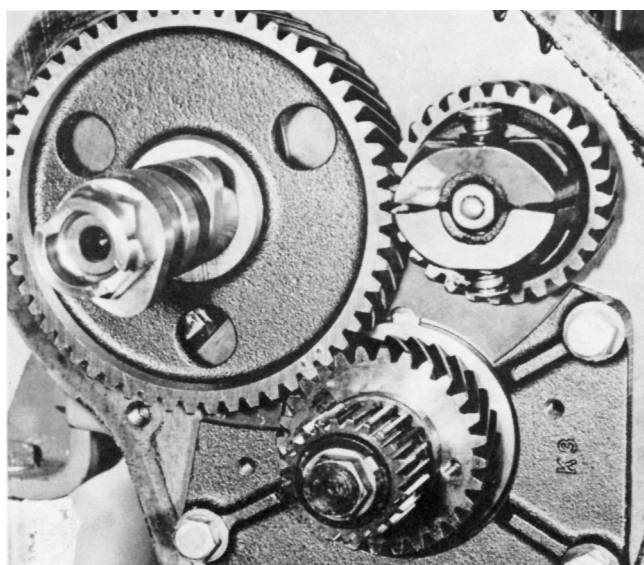

Figure 24.
REMARQUE : Le pointeau de repère sur le pignon d'arbre à cames doit se trouver juste devant celui du vilebrequin, voir figure 24.
8. Monter le pignon et le disque formant came sur l'arbre à cames. Remarque : Noter les repères marqués (voir figure 24). Bien le fixer avec la vis du flasque d'entraînement à pas à gauche. Couple de serrage : voir « Caractéristiques techniques ».